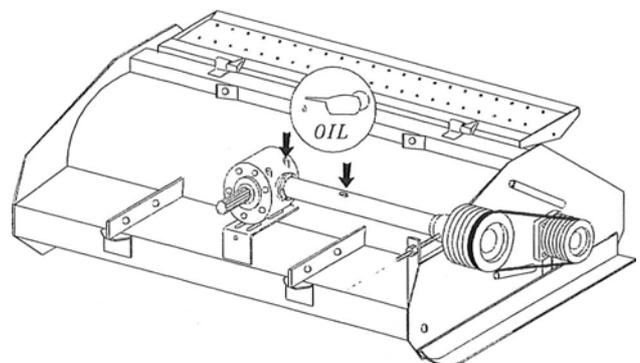

Figure 11: chàngement de l'huile
1. Contr61er, environ toutes les 100 heures de travail, le niveau d'huile dans le boltier et dans l'àrbre de trànsmission, en en remettànt si necessàire àu niveau correct (tàble 2 pàge 13 figure 11).